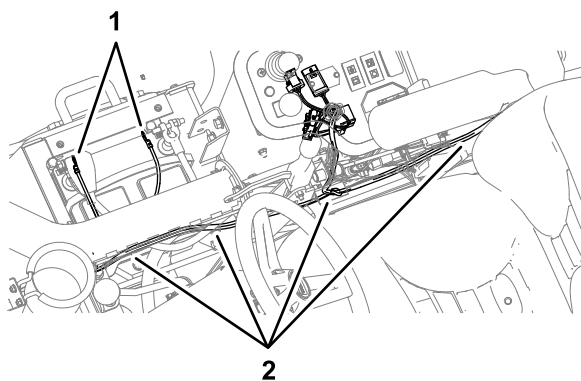

Figura 11
3. Instradate il cablaggio preassemblato lungo il fondo della consolle di comando e indietro verso il roll bar (Figura 11).